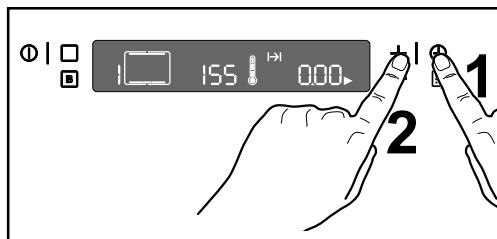

Fig. 9
2. Appuyez sur la commande de la fonction de Temps . Le symbole Durée de cuisson  clignote et l'affichage du temps indique «0.00» (Fig. 9).